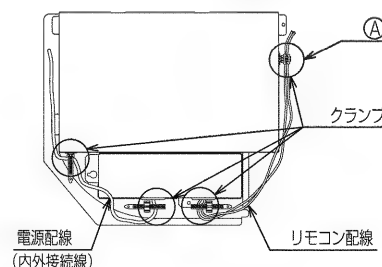

図3
電源配線（内外接続線）およびリモコン配線は、図3の様にクランプで固定してください。また、リモコン配線は外れ防止のために、①部で一重巻きしてください。